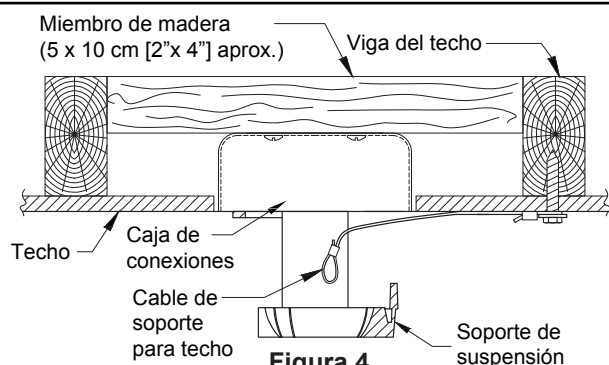

Figura 4
- ☐ 4. Afloje los dos tornillos de fijación del soporte del barral de soporte para techo a través de la varilla. Introduzca los cables de color negro, blanco y azul cables y cable de seguridad a través de la varilla. (Figura 4)
- ☐ 4. Alinee las tres ranuras de la cubierta con los tres tornillos de acoplamiento del motor. Fije adecuadamente la carcasa de la cubierta al motor con tornillos retirados previamente. (Figura 4)
2. Fije bien la abrazadera para colgar a la caja de salida con los tornillos y las arandelas provistas con la ventilador. (Figura 4)
- ☐ 3. Perfore un orificio de 1/4" en la estructura del edificio para evitar grietas con la instalación del tornillo de intervalo. Utilice el tornillo de intervalo de 3/8"x 2" y la arandela plana para fijar el cable de seguridad a la viga del techo o a la estructura de madera. Dicho tornillo pasará a través de arandela plana, la presilla del cable de seguridad y se fijará en la estructura del edificio. (Figura 4)
NOTA: el cable de soporte para techo no se puede asegurar solamente a la caja de conexiones; se debe asegurar directamente a la viga de techo o miembro estructural con el tornillo de cabeza cuadrada de 3/8"x2" y la arandela plana. (Figura 4)